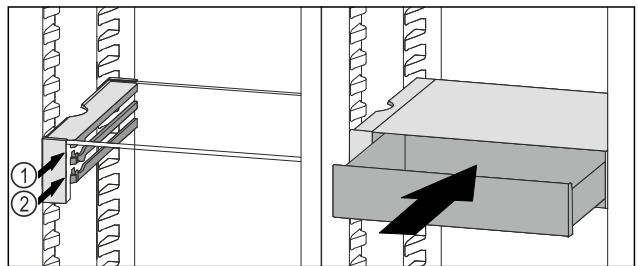

Fig. 135
- Placer le tiroir VarioSafe derrière les butées sur la nervure désirée Fig. 135 (1) ou Fig. 135 (2).